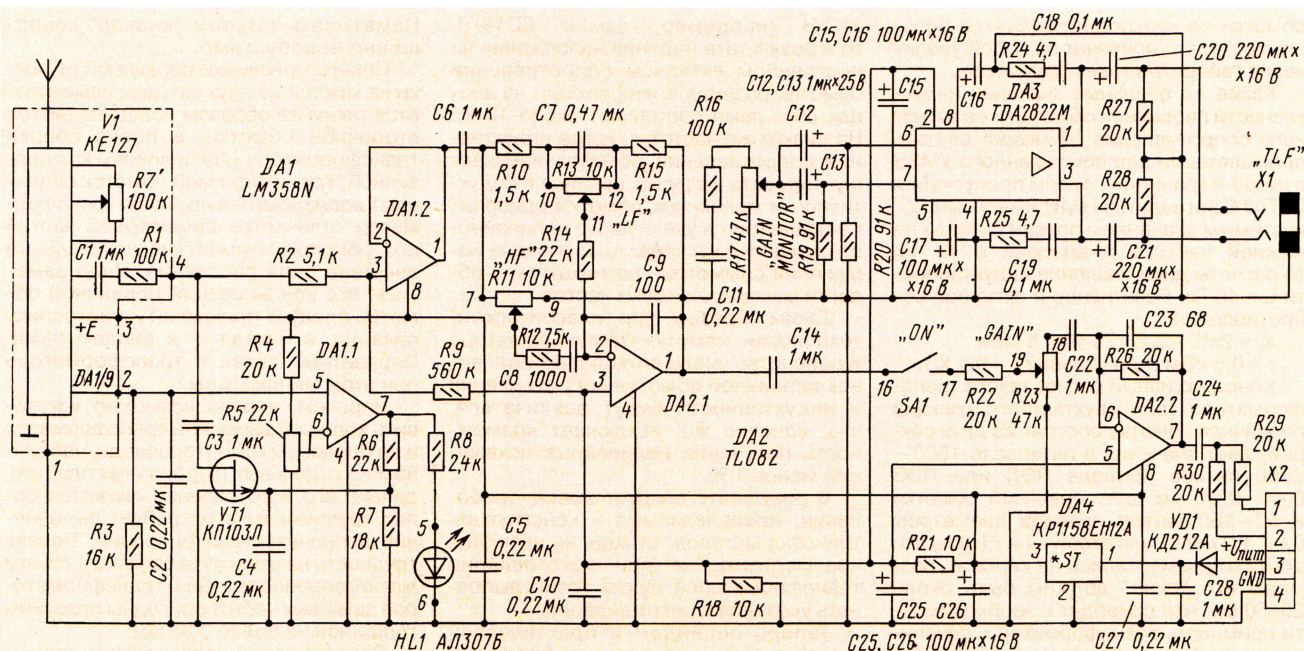

Рис. 4
Еще один вариант входного модуля — с использованием для связи с радиомикрофоном малогабаритного тюнера с диапазоном УКВ-2 (FM). Хотя недорогие радиомикрофоны и работают на расстоянии до нескольких десятков метров, они очень удобны благодаря отсутствию проводов. Обычные радиоприемники для этой цели малопригодны из-за больших шумов при отсутствии несущей частоты передатчика. Поэтому на основе тюнера из радиоконструктора KE127 фирмы «Каскад» был разработан модуль (см. схему на рис. 4). В его структуру входят шумоподаватель [3] DA1 (LM358N), темброблок с регулировкой по высоким и низким частотам на DA2.1 (TL082) и контрольный усилитель